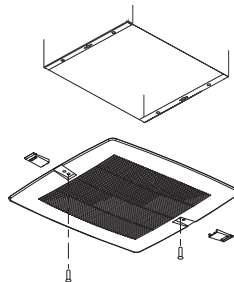

**Figura 5 — Cableado Correcto**
2. Con la ayuda de los conectores de cable apropiados, conecte el ventilador como se muestra en la Figura 5.